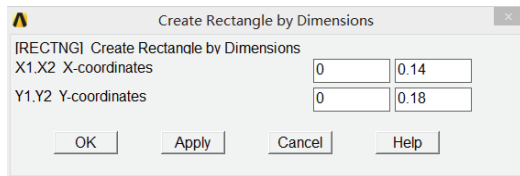

图 3-42 创建矩形面对话框
1) 选择 Main Menu | Preprocessor | Modeling | Create | Areas | Rectangle | By Dimensions 命令, 出现 Create Rectangle by Dimensions 对话框, 在 X1,X2 X-coordinates 输入栏中分别输入 0、0.14, 在 Y1,Y2 Y-coordinates 输入栏中分别输入 0、0.18, 如图 3-42 所示。